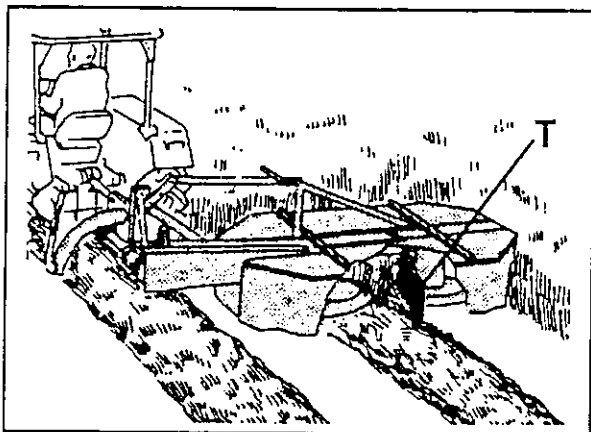

Fig. 6-9
Per evitare di dover transitare sopra i cumuli mietuti anche in caso di pneumatici larghi o carreggiate larghe del trattore, è disponibile una lamiera divisoria come dotazione speciale (formatrice di andane). La lamiera divisoria (T) (Fig. 6-9) consente di ottenere sempre una separazione nitida dei cereali mietuti da quelli non mietuti.